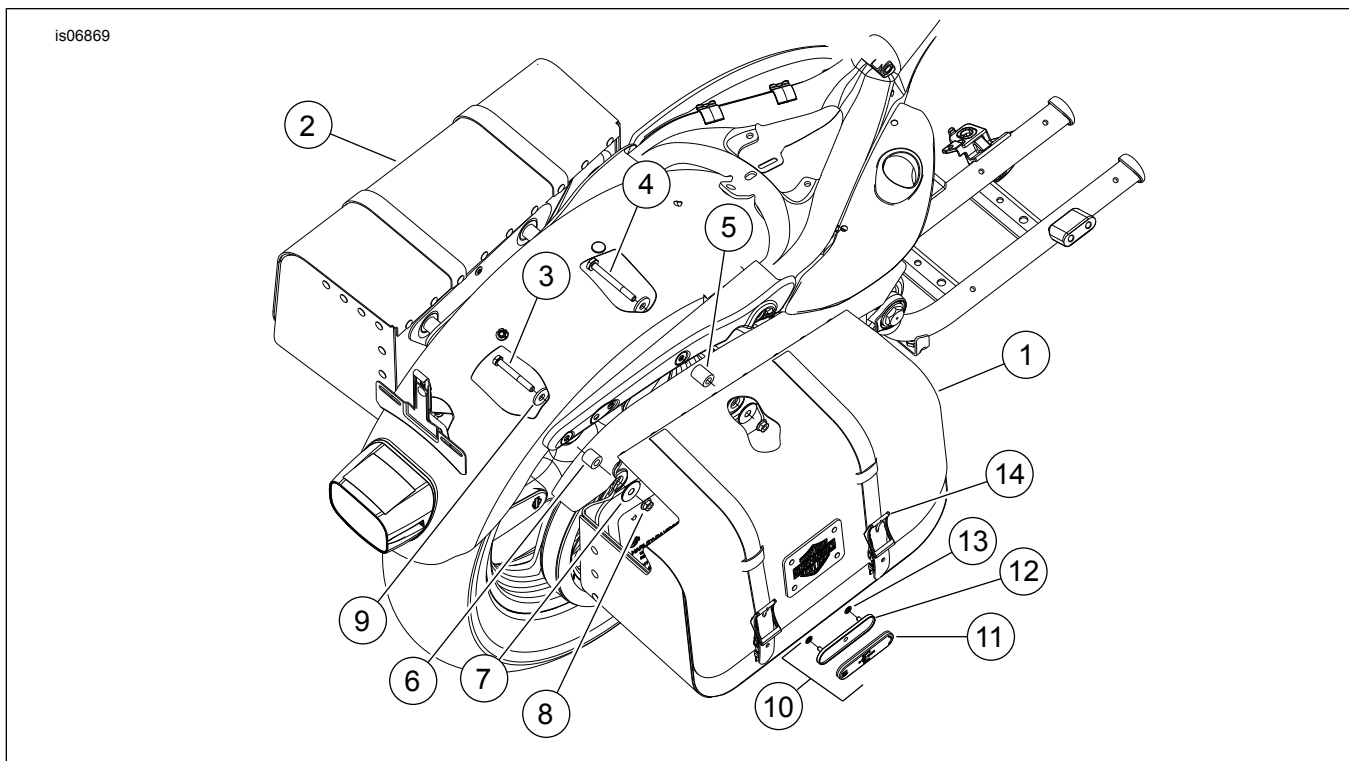

Figure 2. Pièces de rechange : Kit de sacoche de conducteur Express
Voir Figure 2 et Tableau 1.
6. Voir Figure 2. À partir du dessous du garde-boue, installer la vis (3) et la rondelle (9) du kit dans le trou de garde-boue arrière et la vis (4) et la rondelle (9) dans le trou de garde-boue avant et dans le support et le couvercle de garde-boue, là où les deux vis à tête bombée avaient été retirées à l'étape 4.
7. Installer l'entretoise courte (6) sur le boulon arrière et l'entretoise longue (5) sur le boulon avant.
9. Visser les rondelles oméga (7) et les contre-écrous à collet (8) sur les boulons à l'intérieur de la sacoche. Veiller à ce que la partie la plus petite de la rondelle oméga soit insérée dans le bac en plastique de la sacoche. Serrer les deux contre-écrous à collet à un couple de 33–37 N·m (24–27 ft-lbs).
2. Voir Figure 2. Installer la monture du réflecteur (12) sur la sacoche.
5. Nettoyer à l'eau savonneuse la surface de montage de la monture du réflecteur (12).
7. Retirer le papier au dos de l'adhésif du réflecteur (11) et l'installer sur la monture (12).
9. Installer la monture de réflecteur (12) sur la sacoche à l'aide de deux écrous à presser (13).